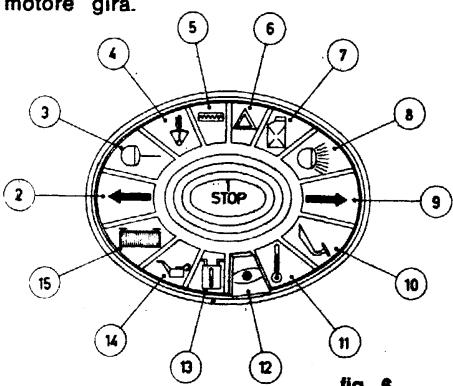

fig. 6
- 4 - Bloc voyants d'alarme (voir fig. 6).**
- 4 - Warning lights set (fig. 6).**
BLOCCO SPIE D'ALLARME (fig. 6)
BLOC VOYANTS D'ALARME (fig. 6)
WARNING LIGHTS SET (fig. 6)